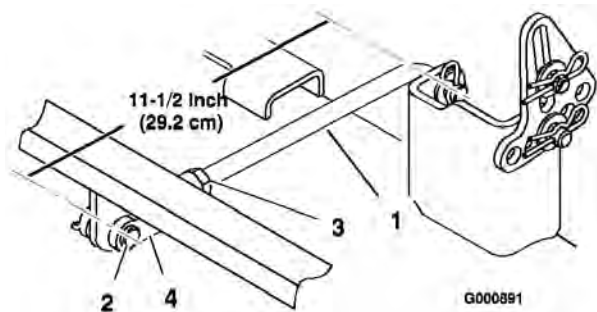
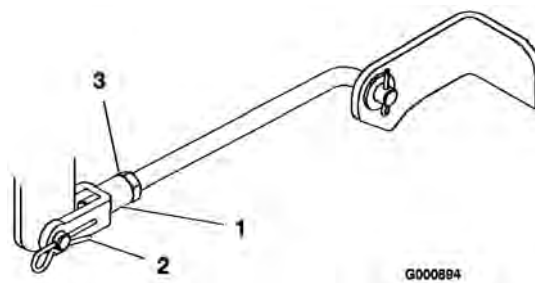

Figure 47
Figure 49
6. Mesurez la longueur du tourillon arrière (Figure 47). Si elle n'est pas égale à 29,2 cm, retirez l'axe de chape et la goupille fendue à l'extrémité du tourillon (Figure 47), desserrez l'écrou de blocage et tournez la chape jusqu'à obtention de la longueur voulue.
10. Pour régler l'inclinaison avant/arrière des lames, enlevez la goupille fendue des chapes des tourillons avant et desserrez les contre-écrous (Figure 49).
11. Tournez les chapes sur les tourillons pour modifier le réglage (Figure 49). Serrez les chapes (raccourcissez les tourillons) pour relever l'avant du plateau. Desserrez-les (allongez les tourillons) pour abaisser l'avant du plateau.
13. Quand l'inclinaison avant/arrière voulue est obtenue, serrez les écrous de blocage (Figure 47 et Figure 49).